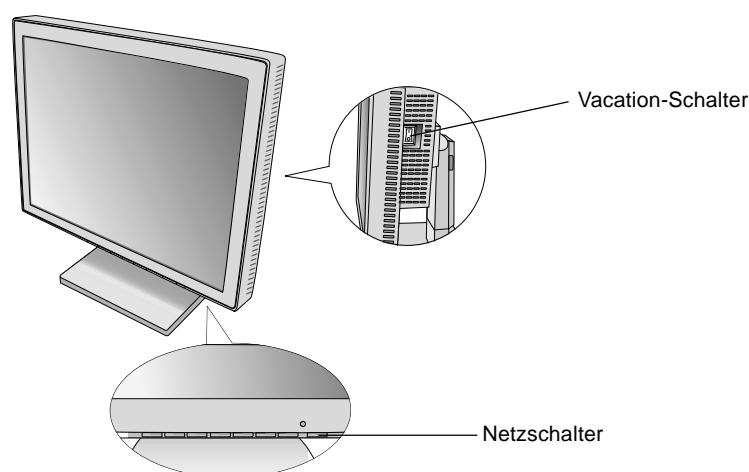

Abbildung D.1
5. Der Vacation-Schalter auf der rechten Seite des Monitors muss eingeschaltet sein (**Abbildung D.1**). Schalten Sie Computer und Monitor mit dem Netzschalter ein.